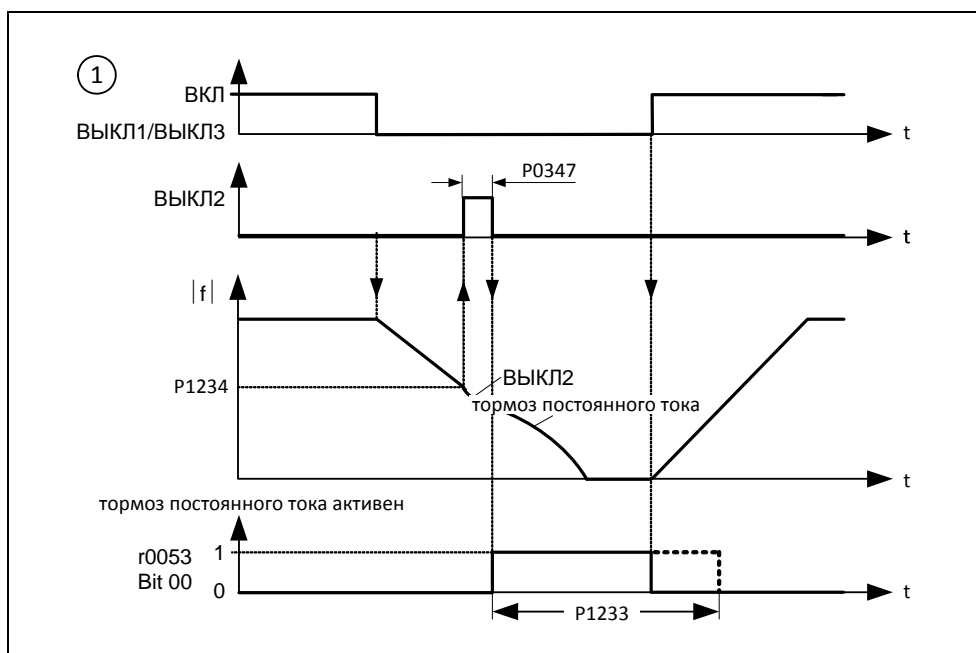

Рис. 3-73 DC-тормоз после ВЫКЛ1/ВЫКЛ3
2. Активация DC-тормоза с помощью команды ВЫКЛ1 или ВЫКЛ3 (см. рис. 3-73)